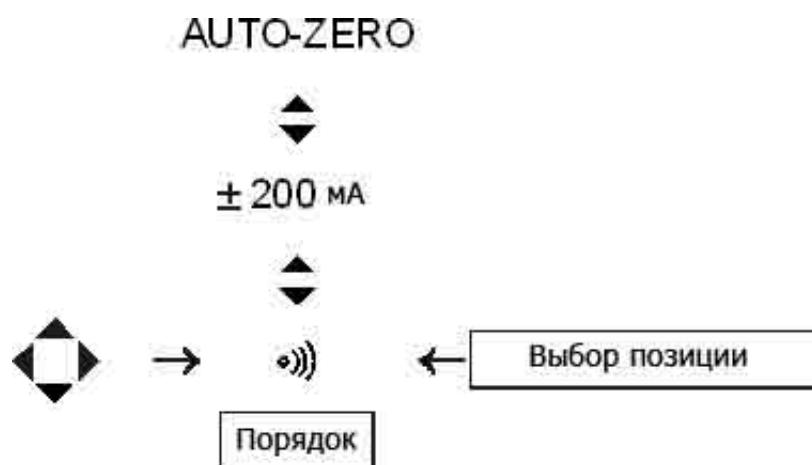

Рис.34. Установка режима измерения сопротивления низким напряжением
- Установить режим измерения $\textcircled{9}$ (видимый на линейке функции измерения) согласно алгоритму, представленному на Рис.34;